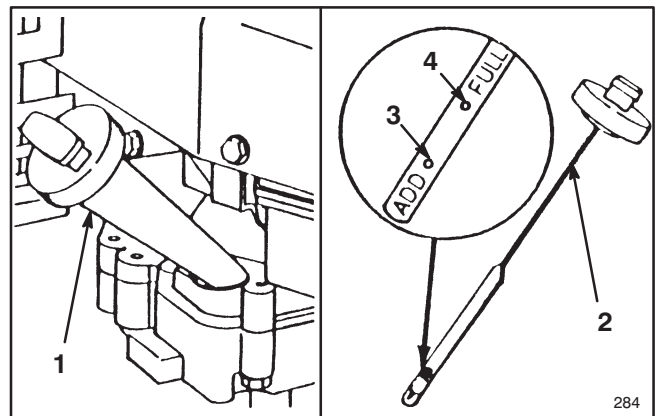

Figure 9
Remplir le carter moteur d'huile SAE 30 jusqu'à ce que le niveau atteigne le repère du plein (FULL) de la jauge comme illustré à la figure 9. La contenance maximale du carter moteur est de 750 ml d'huile (25 onces). Toutes les huiles de classe SE, SF ou SG (classification API — American Petroleum Institute), sont acceptables.
Avant chaque utilisation, vérifier que le niveau d'huile se trouve entre les repères FULL (plein) et ADD (ajouter) (Fig. 9). Faire l'appoint suivant les besoins.
3. Essuyer la réglette de la jauge et la réinsérer dans le goulot de remplissage. Visser le bouchon d'un quart de tour vers la droite. Retirer à nouveau la jauge et contrôler le niveau d'huile (Fig. 9). Si le niveau est insuffisant, ajouter juste assez d'huile pour atteindre le repère FULL. **NE PAS REMPLIR AU-DESSUS DE CE REPÈRE, CE QUI POURRAIT CAUSER DES DOMMAGES AU MOTEUR LORS DU DÉMARRAGE. VERSER L'HUILE LENTEMENT.**
1. VÉRIFIER LE NIVEAU D'HUILE—Veiller à ce que le niveau d'huile demeure entre les repères FULL et ADD de la jauge (Fig. 9).